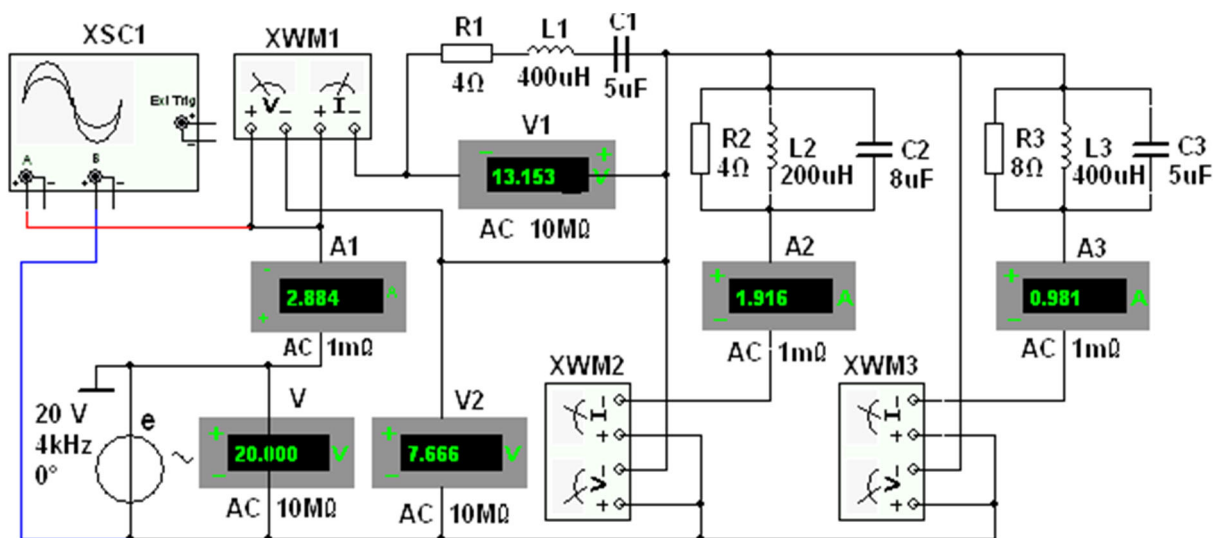

Рис. 4.4
**Задание 2.** Запустить среду MS10. Открыть файл 4.4.ms10 с записанной схемой разветвленной цепи синусоидального тока (рис. 4.4), оставив в двухполюсниках указанные в табл. 4.1 элементы, или, согласно варианту задания (см. табл. 4.1),